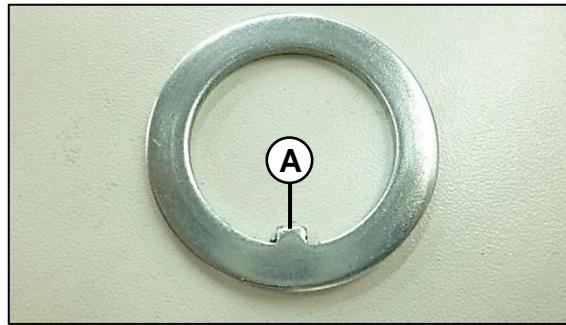

Fig. 15
Arandela pin (A) ubicada siempre en la ranura del vástago de la dirección y en la mitad de las dos tuercas castillo. **Fig. 15**